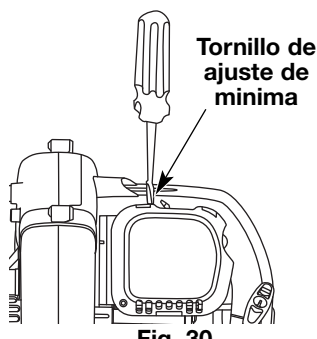

Fig. 30
La velocidad mínima del motor puede ser ajustada. Puede tener acceso al tornillo de ajuste de mínima a través de un orificio en la parte superior de la cubierta del motor (Fig. 30).
2. Suelte el gatillo y deje que el motor funcione en mínima. Si el motor se para, inserte un destornillador Phillips pequeño en el orificio de la cubierta del motor (Fig. 30).